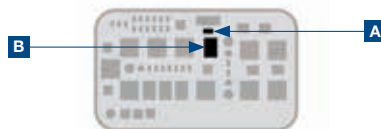

Figura 6
22 Inserir o relé (B) e o dispositivo de bloqueio (A) (figura 6).